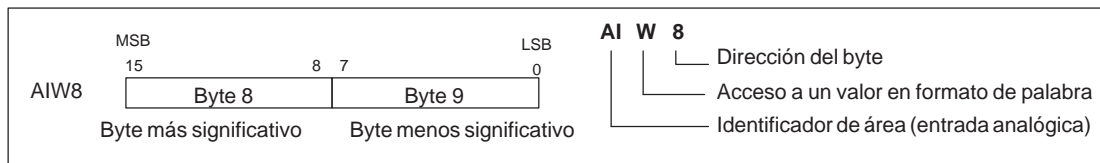

Figura 5-5 Acceso a una entrada analógica
La CPU S7-200 convierte valores reales analógicos (p.ej. temperatura, tensión, etc). en valores digitales en formato de palabra (de 16 bits). A estos valores se accede con un identificador de área (AI), seguido del tamaño de los datos (W) y de la dirección del byte inicial. Puesto que las entradas analógicas son palabras que comienzan siempre en bytes pares (p.ej. 0, 2, 4, etc)., es preciso utilizar direcciones con bytes pares (p.ej. AIW0, AIW2, AIW4, etc). para acceder a las mismas, como muestra la figura 5-5. Las entradas analógicas son valores de sólo lectura.